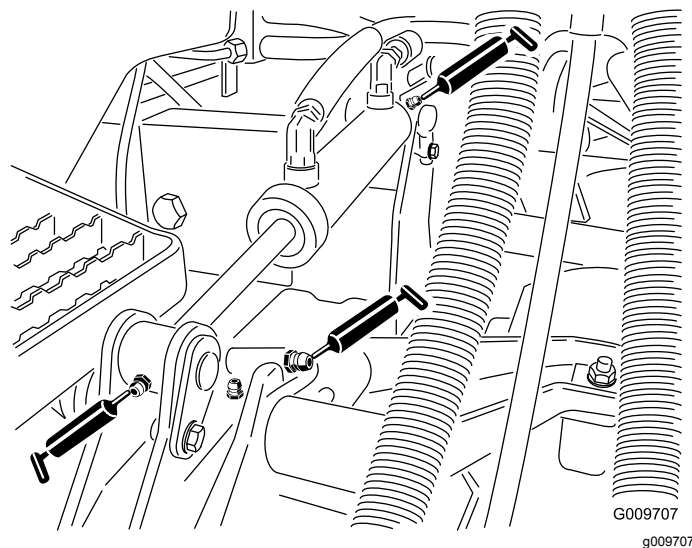

Figura 26
- Casquillos de los cilindros de elevación (2) (Figura 26 por carcasa) ().
- Casquillos de los brazos de elevación (1) (Figura 26 por carcasa) ().